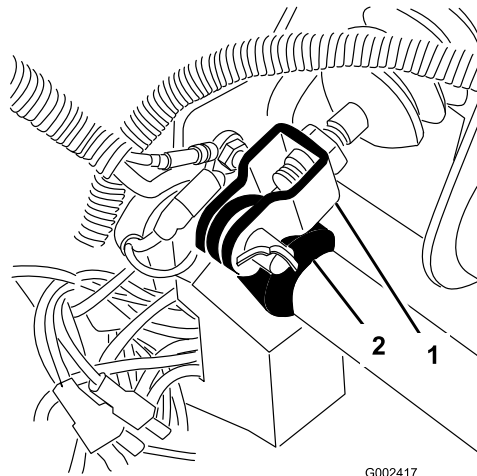

Bild 68
1. Nehmen Sie den Splint und Lastösenbolzen ab, mit dem das Hauptzylinderjoch am Bremspedalgelenk befestigt ist (Bild 68).
3. Lösen Sie die Sicherungsmuttern, mit denen das Joch an der Hauptzylinderwelle befestigt ist (Bild 68).